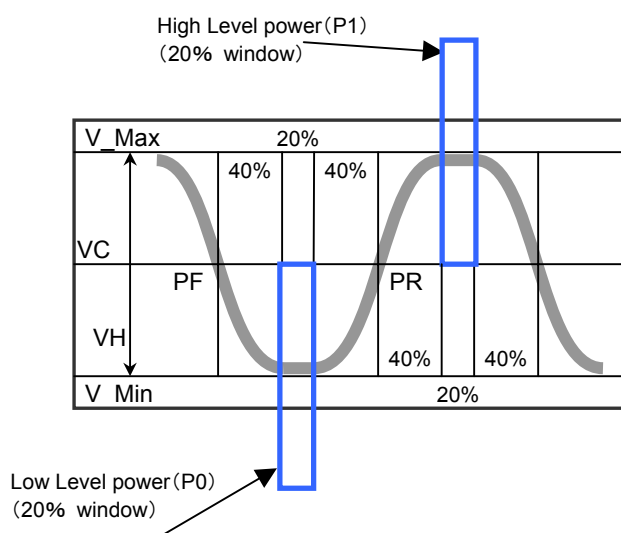

図 5.1.3-1 OMA 測定図
2. オシロスコープを用いて図 5.1.3-1 に示すように High レベルの中心 20%の Window におけるパワーを Histogram にて測定し P1 とします。